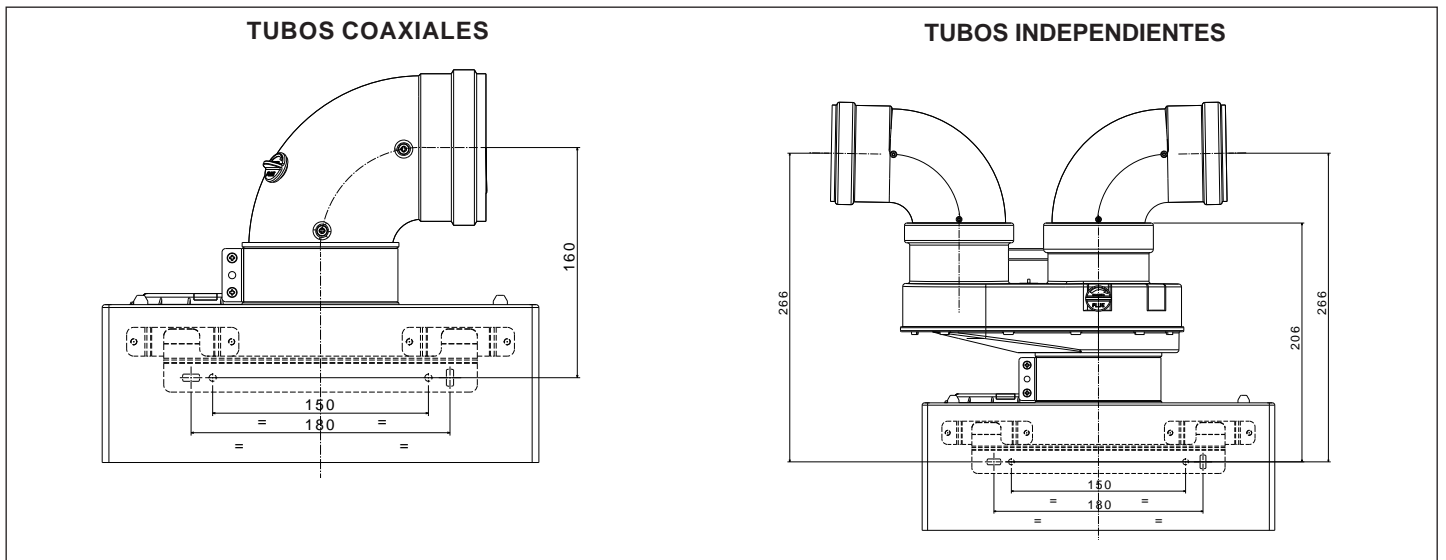
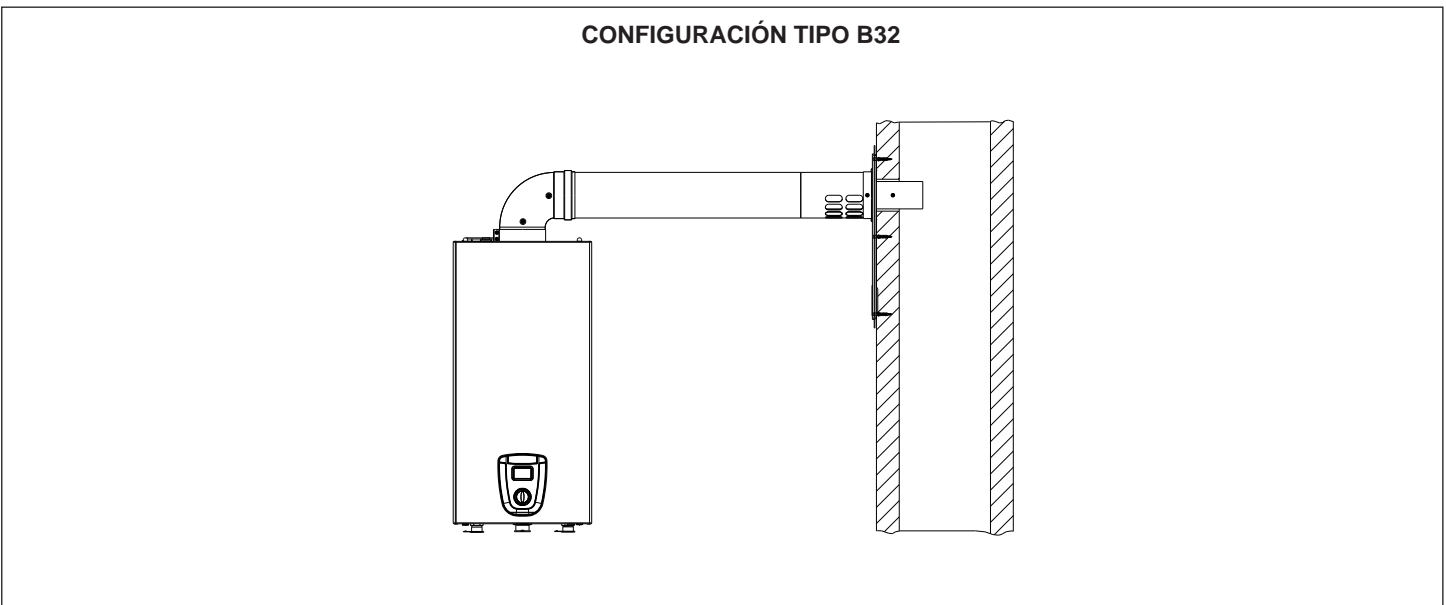

Fig. 8 - Dimensiones descargas tipo C
Fig. 9 - Dimensiones descargas tipo B
Admisión de aire/evacuación de humos en el exterior con tubos horizontales coaxiales (ver fig. 8 superior).
En esta configuración, los conductos para la aspiración y la descarga están separados: la aspiración del aire comburente se realiza desde el exterior de la habitación (AS) y la descarga de los productos de la combustión (SC) en chimenea o colector (ver fig. 8 inferior). Las descargas desdobladas pueden orientarse en la dirección más adecuada a las exigencias del local.
Admisión de aire remota* y descarga de humos en el exterior con tubos horizontales coaxiales (ver fig. 9 inferior) (ver fig. 8 superior).
Admisión de aire junto al aparato y descarga de humos en el exterior con tubos simples (ver fig. 9 superior).